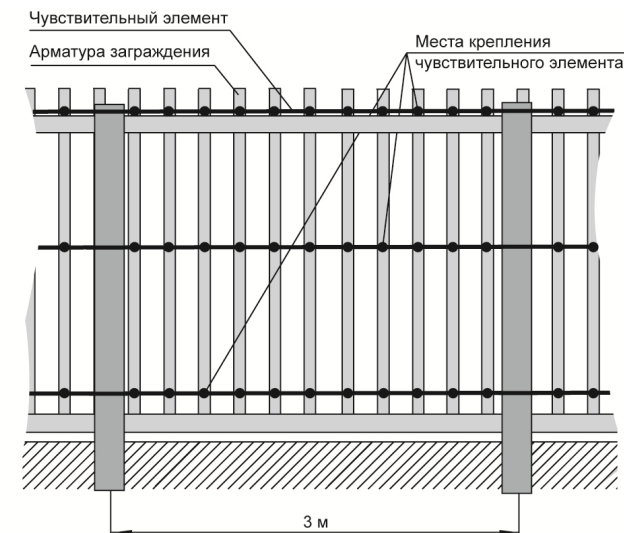

Рис. 7.5 – Заграждение из сварных (кованых) решёток
- жёстких (сплошных) заграждениях, выполненных из металлических конструкций (сварные и кованые решетки, цельные металлические листы, гофролисты и т.п.), бетона, кирпича, дерева и т.п. (см. Рис. 7.5 ÷ 7.10);
- сварных и кованых решеток - ЧЭ прокладывают согласно схеме с созданием узлов напряжения на каждом прутке (см. Рис. 7.5);